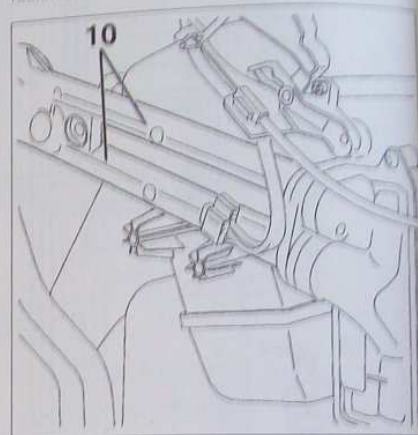

FIG.7
- Désaccoupler délicatement les tuyaux (10) du radiateur de chauffage (Fig.7).